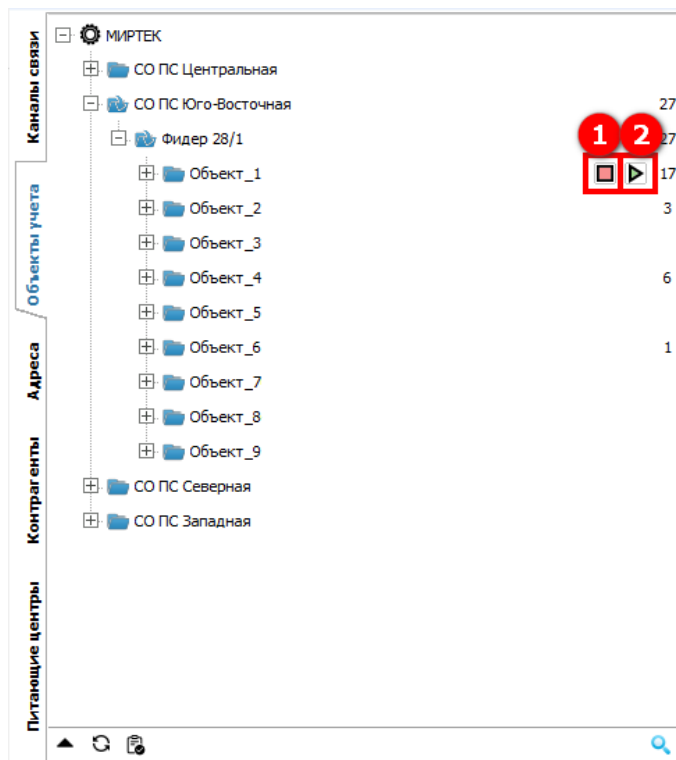

Рисунок 336 – Приостановление и возобновление сбора данных в дереве
При наведении курсора мыши в правую область групп учета появляется возможность для приостановления (1) (см. рисунок 336) или возобновления сбора данных (2) по выбранному объекту.